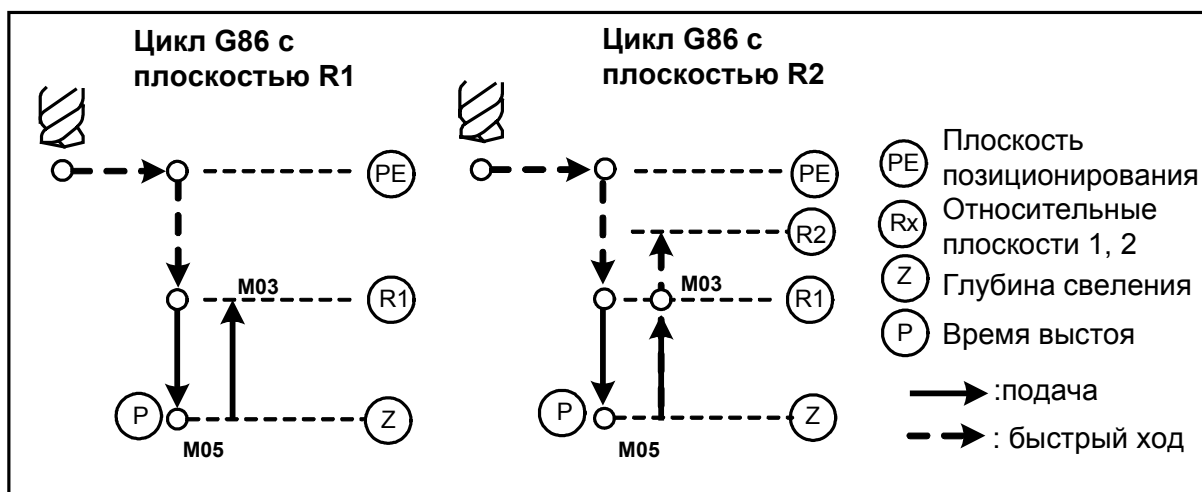

Рис.60.
40.7. Рассверливание с выводом инструмента со скоростью рабочей подачи, - G86. Отличается от предыдущего цикла лишь тем, что возврат к плоскости R1 осуществляется со скоростью рабочей подачи (см. рис.60).